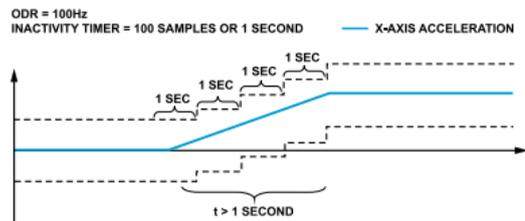

図 45. リファレンス・インアクティビティ閾値、加速度は緩やかに変化
- ▶ このインアクティビティ・タイマー設定の場合、デバイスは1秒ごとにインアクティビティ・リファレンスを更新することになります（ODRが100Hzでタイマーが100サンプルであるため）。これを図45に示します。